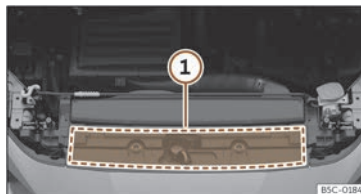

Fig. 198 No van motor: zona de localización da etiqueta de aceite de motor
prescrita está situada na parte frontal do compartimento do motor >>> **fig. 198** (1). Se usa o aceite de motor recomendado, o nivel de carga pode corrixirse tantas veces como sexa necesario.